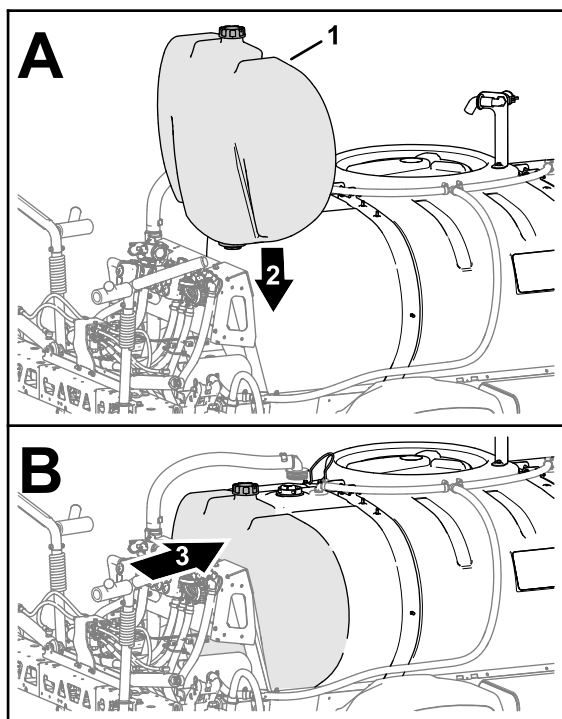

**Рисунок 11**
3. Установите нижний кронштейн и нижний опорный кронштейн на раму с помощью 2 болтов (3/8-16 дюйма), 2 болтов (3/8-16 x 3 1/2 дюйма) и 4 фланцевых гаек (3/8-16 дюймов), как показано на Рисунок 11.